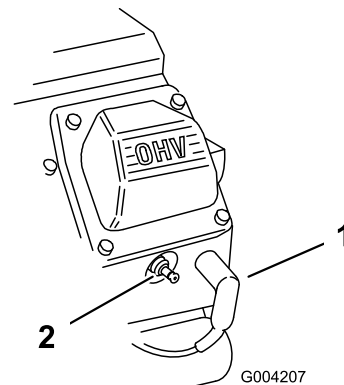

图 47
- 将电线拉离火花塞图 47。
3. 将电线压到火花塞上图 47。